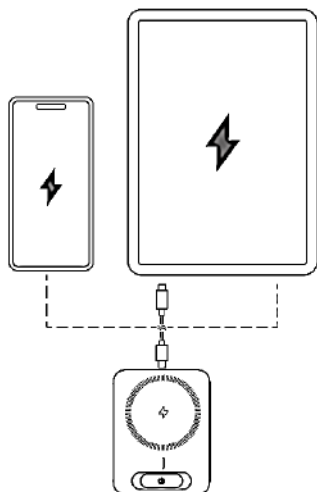

Рисунок 15. Схема використання павербанка для заряджання побутових USB-пристроїв постійним струмом.
5.2.5.3 Заряджання побутових USB-пристроїв постійним струмом (рис. 15).